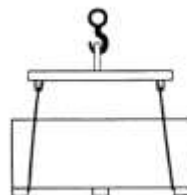

Fig. 3
- поднимите, как показано на Fig.3
- Осторожно поднимите, используя соответствующие приспособления и складское оборудование. Используйте кран, как показано на рисунке Fig. 3